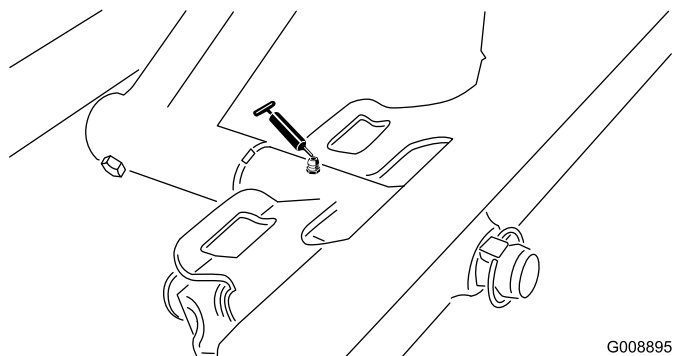

Figura 45
- Pivote de la unidad de corte delantera (Figura 45)